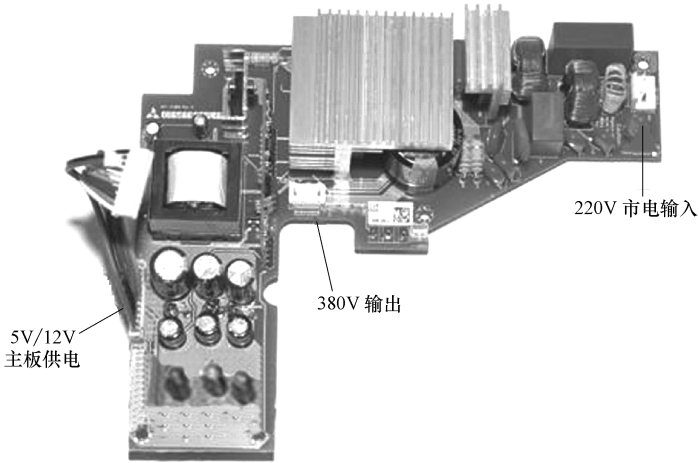

图 5-5 电源板
4) 卸下电源板上的接线卡子和螺钉后，即可卸下电源板（见图 5-5，供电部分有两个作用，首先要将输入的 220V 市电升压到 380V，给投影仪灯泡升压电路供电；另外一个，输出 5V/12V 给主板上的芯片供电）。